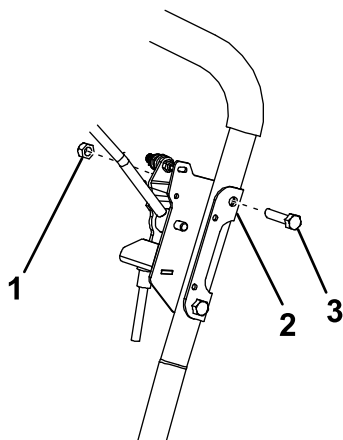

Rysunek 1
1. Odkręć 2 śruby mocujące oba końce panelu konsoli do uchwyty sterującego (Rysunek 1).
3. Zamocuj oba końce panelu konsoli do uchwytu sterującego z wykorzystaniem 2 odkręconych wcześniej śrub (**Rysunek 1**).